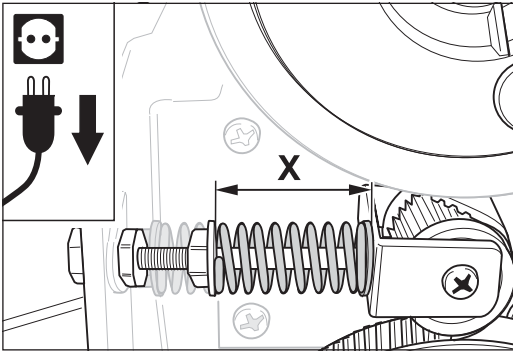

Abb. 86 Die Länge X der gespannten Feder beträgt:
- 4 Die Feder muss auf folgende Länge gespannt werden (Maß X in Abb. 86):